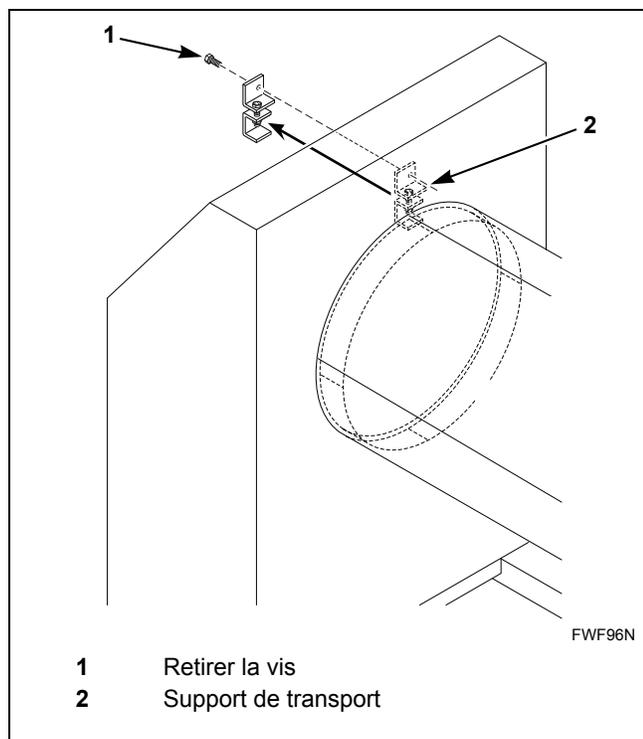

Figure 12
4. Retirer le panneau supérieur et enlever le support de transport. Se reporter à la *Figure 12*.